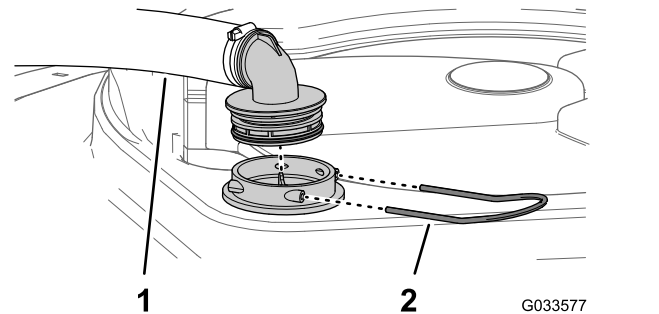

Figura 13
2. Na parte superior do depósito do pulverizador, retire a fixação que prende a união da mangueira unida à tubagem grande da estrutura do filtro (Figura 13).
3. Retire a tubagem e a união da tubagem da estrutura do filtro (Figura 13).